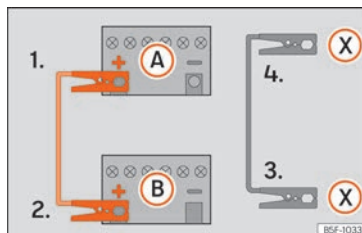

Fig. 162 Esquema de conexión para vehículos con sistema Start Stop.
»» fig. 162.
Vehículos con sistema Start-Stop: emborne un extremo del cable negro de emergencia (X) a un terminal de masa adecuado, a una pieza de metal maciza que vaya atornillada al bloque motor o al mismo bloque motor »» fig. 162.
5. Emborne el otro extremo del cable negro de emergencia (X), en el vehículo con la batería descargada, a un terminal de masa adecuado, a una pieza de metal maciza que vaya atornillada al bloque motor o al mismo bloque motor pero lo más alejado posible de la batería A.